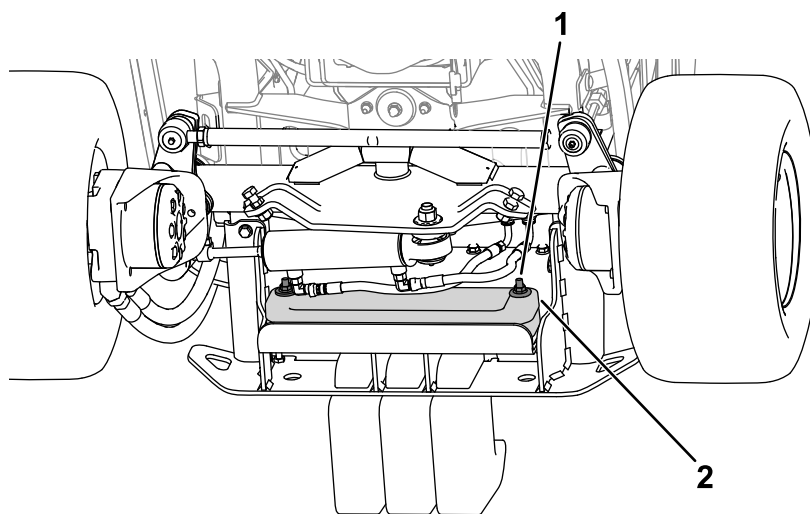

Figura 18
2. Utilizzate la bulloneria per fissare le zavorre al paraurti (Figura 18).